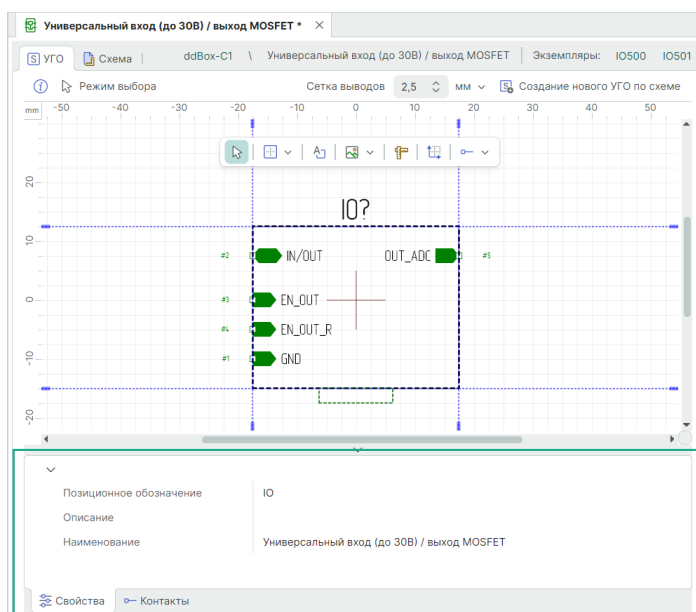

Рис. 276 Свойства блока
- Наименование – имя блока. Под этим именем блок отображается в иерархии проекта, см. Рис. 276.